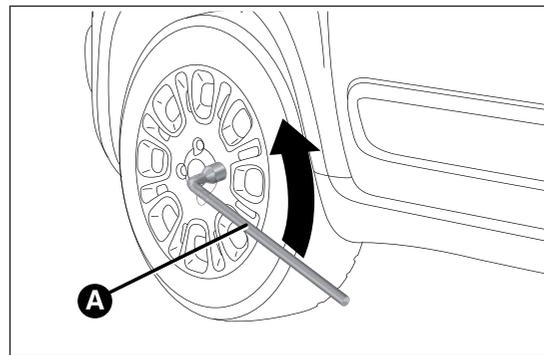

fig. 110
- ❑ prendre la clé A fig. 110 et desserrer d'un tour environ les boulons de fixation ;
- prendre la clé A fig. 110 et visser à fond les boulons de fixation ;